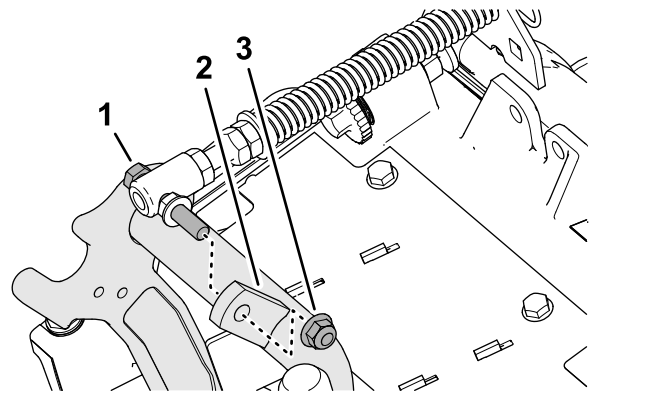

Bild 19
3. Entfernen Sie die Sicherungsbundmutter ($\frac{3}{8}$ "), mit der die Kopfschraube der Rasenkompensierungsfeder an der rechten Lasche des Trägerrahmens befestigt ist, und nehmen Sie die Kompensationsfeder vom Mähwerk ab (**Bild 19**).